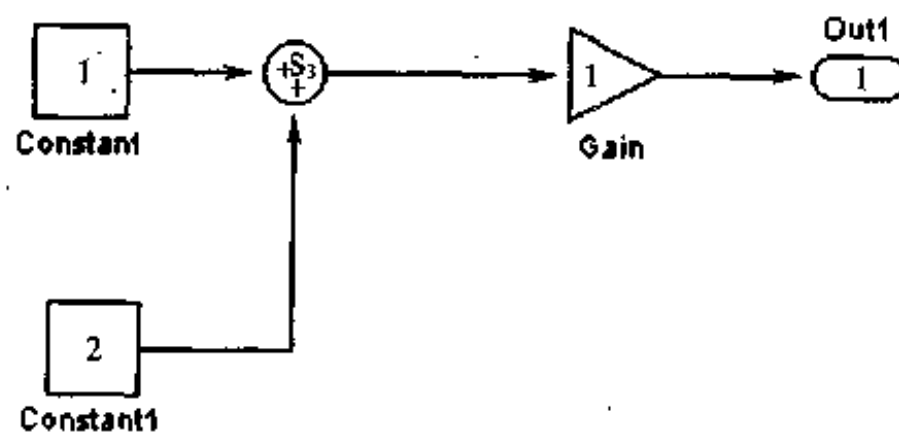

图 9-12 不变信号示例模型
(1) Loop rolling threshold. 让用户设置使循环转换(loop rolling)发生时的门限(一个正整数)。例如,设置这个门限值为5,意味着如果你的算法被连续调用的次数超过5次,那么就把整个算法嵌到一个 for 循环中去。
(2) Show eliminated statements. 选中这个检查框,将使得 RTW 把在优化时被删除的语句作为注释语句显示在生成代码里。
(3) Verbose builds. 这个特性强迫命令行输出代码生成状况和编译器输出。
(4) Invariant signals. 注意“Invariant constants”和“Invariant signals”并不是等同的。“invariant signals”指在 Simulink 仿真过程中保持不变的模块输出信号。例如在图 9-12 所示的模型中的 S3 信号就是一个不变信号。如果用户在 Code Generation Options 对话框里选择了 Inline invariant signals, Real-Time Workshop 就把不变信号 S3 内嵌在生成的代码里。这与 Real-Time Workshop 页的 Inline parameters 不同,后者对应应用于不变常数,在这个例子中,如果用户选中了 Inline parameters 检查框, Real-Time Workshop 就内嵌两个常数和增益。